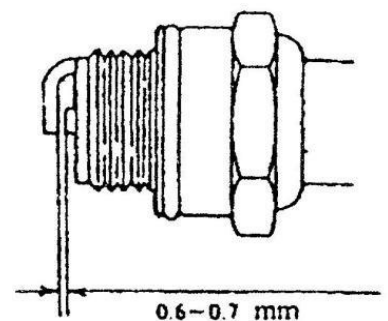

Fig. 16
- (1) Reinig het luchtfilter na dagelijks gebruik, want als chemicaliën aan de spons hechten, vermindert de kracht van de motor. Let daar bijzonder goed op!
- (2) Na het schoonmaken van de spons met benzine, moet deze weer worden geplaatst.
- (3) De juiste ruimte tussen de elektroden van de bougie moet 0,6-0,7 mm zijn; controleer dit vaak. Als het te groot of te klein is, corrigeer het — zoals getoond in fig. 16.
(4) De bougie die bij dit apparaat past heeft het symbool 4106J. Gebruik geen andere modellen. Als de bougie moet worden vervangen, kan deze worden gekocht bij de tuinapparatuurservice of in een winkel voor landbouw- of tuinbouw apparatuur.